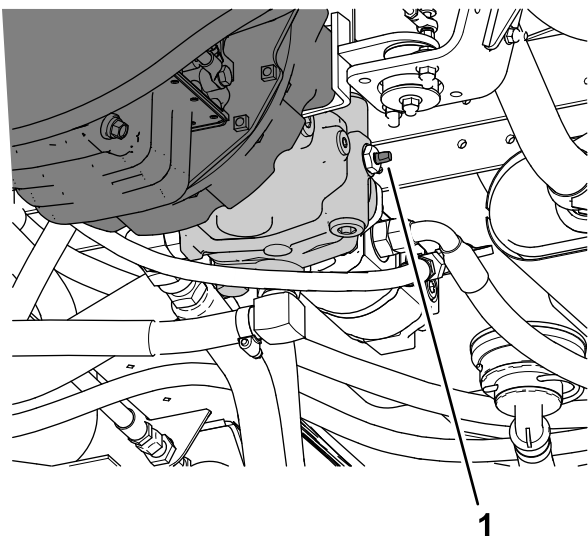

Figure 92
3. Tournez la vanne de remorquage (Figure 92) de 90° dans un sens ou dans l'autre pour l'ouvrir.